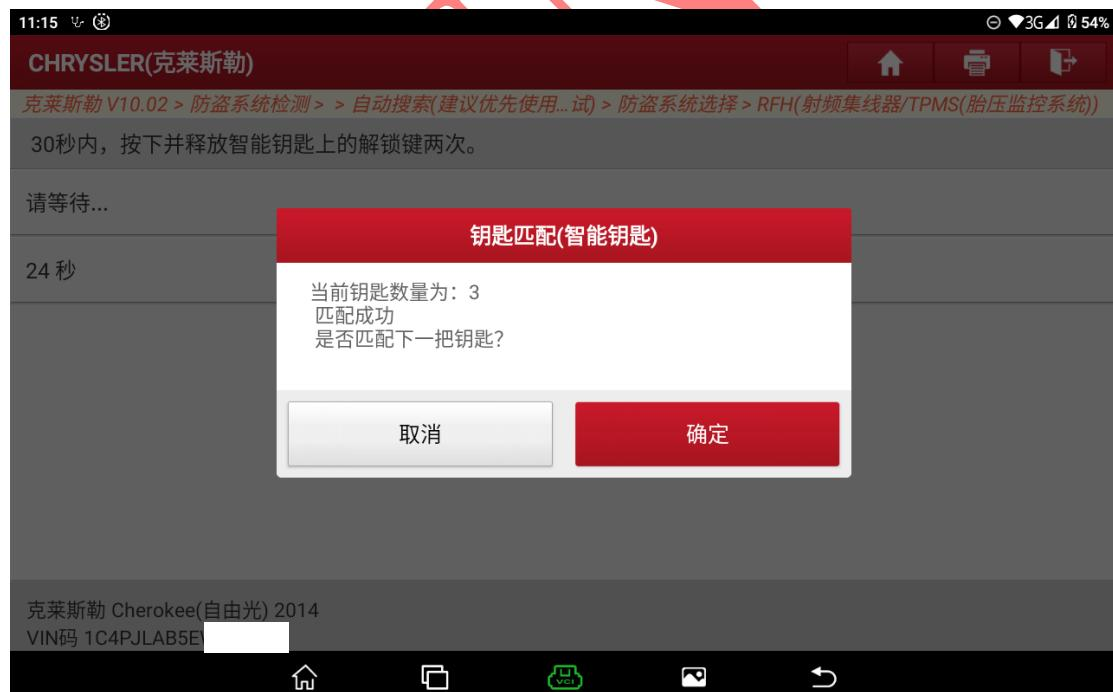

图 20
7. 匹配成功，如果需要继续匹配，点击“确定”（图 20）；